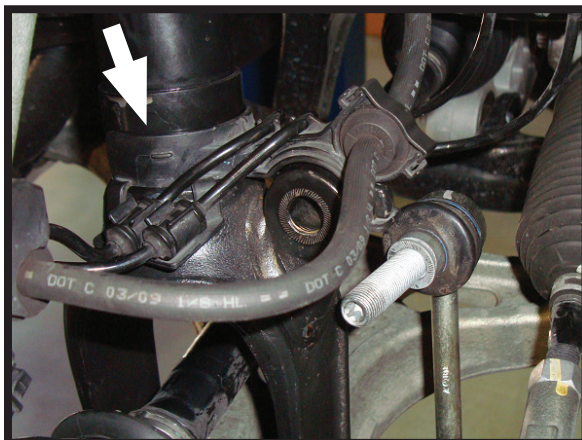

FIGURA 5
8. EXTRAIGA EL SOPORTE DEL MAZO DE CABLES DEL AMORTIGUADOR. (FIGURA 5)